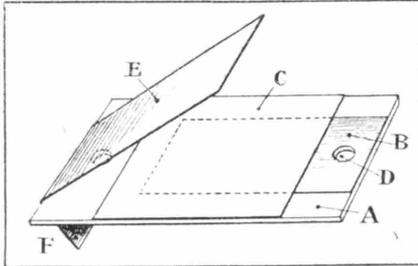

Fig. 2. — Condensateur de liaison.
l'un de l'autre, à égale distance des bords, percez deux trous de 4 millimètres (D. fig. 2). Voilà les supports du condensateur. Le diélectrique (isolant séparant les lames du condensateur) sera de papier (1). Découpez à cet effet 25 à 30 rectangles de 3,5 sur 4 centimètres dans du papier pelure (environ 1/10 de millimètre d'épaisseur). Les lames du condensateur de liaison seront constituées par des rectangles de papier d'aluminium. Le papier d'étain qui sert à envelopper le chocolat peut convenir, mais je lui préfère l'aluminium qui est d'ordinaire plus épais et, partant, plus facile à travailler. La nature du métal, du reste, comme son épaisseur sont différentes pour la capacité d'un condensateur. La dimension fondamentale que j'ai adoptée est 6 centimètres sur 3. Taillez donc une quarantaine de rectangles de cette dimension. Dès lors nous pouvons nous mettre à l'œuvre.
premier, et fixé sur le diélectrique (papier pelure) par un peu de vernis. Pour terminer ce condensateur, vous pourrez l'entourer dans le sens de la largeur, d'une bande de papier de 3 centimètres de large que vous collerez. Vous aurez ainsi réalisé un condensateur d'environ  $5/10.000$  (0,0005) de microfarad (fig. 2). N'ou-